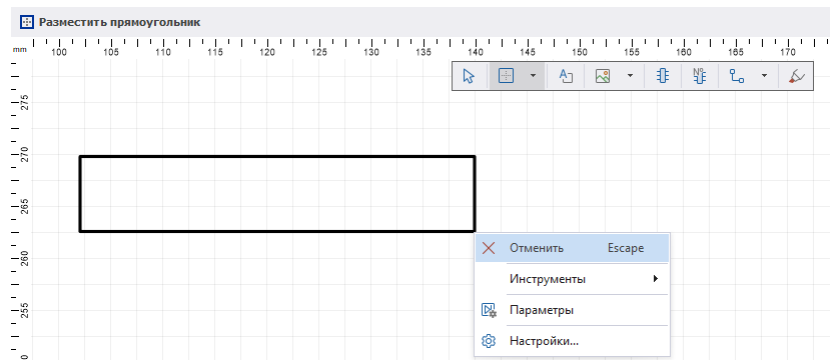

Рис. 306 Отмена размещения фигуры
5. Размещение фигуры можно отменить, для этого нажмите Esc или вызовите контекстное меню и выберите «Отменить», Рис. 306.